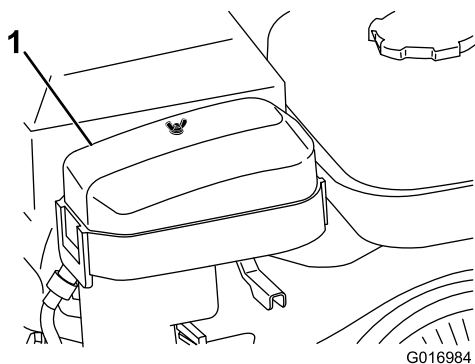

Figure 28
- Enlevez l'écrou à oreilles qui fixe le couvercle du filtre à air et déposez le couvercle (Figure 28).